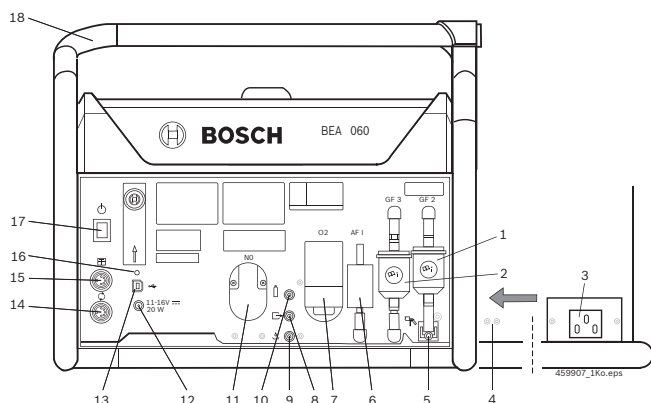

Рис. 1: BEA 060
i Подавать напряжение на BEA 060 можно также от аккумуляторной батареи автомобиля с помощью соединительного провода для гнезда прикуривателя (специальные принадлежности) (подключение см. рис. 1, поз. 12).
1. Подключить провод для подключения к сети к BEA 060 и с помощью кабельной стяжки закрепить провод в отверстиях (рис. 1, поз. 4).
- ➔ Светодиод (рис. 1, поз. 16) мигает попеременно оранжевым и зеленым светом.
➔ Светодиод гаснет (рис. 1, поз. 16), BEA 060 выключен.